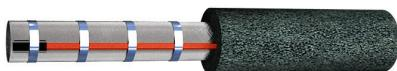

Рис. 3
- 2** Установите секцию нагревательную на трубу: либо вдоль трубы (рис. 3), либо используя намотку по спирали (рис. 4). В случае спиральной схемы нагревательную секцию укладывать с равномерным шагом.